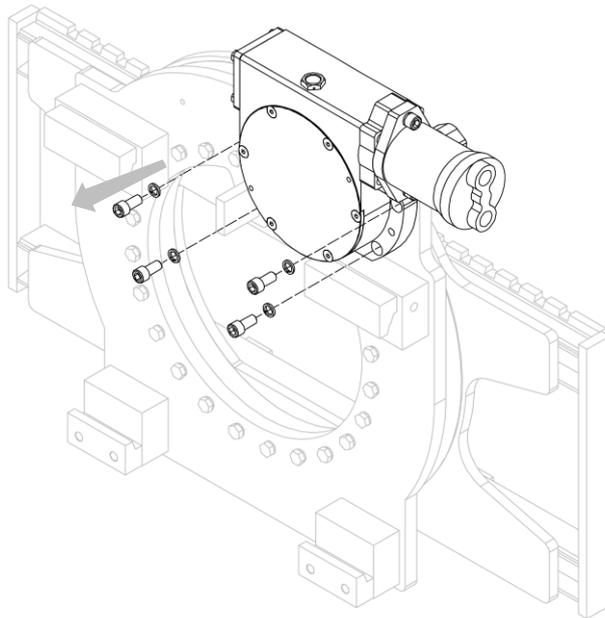

Figure 38
3. Retirer le groupe réducteur-moteur de la structure de l'équipement après avoir dévissé les vis correspondantes (voir *Figure 38*).